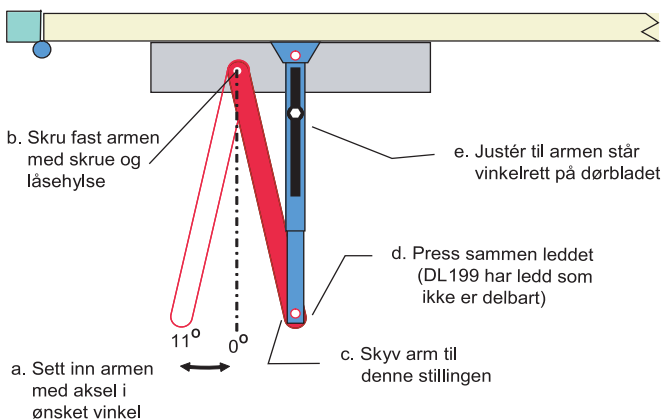

Fig. 5
2. Armen med aksel påmontert settes inn i lukkeren med 11° forspenning, se fig. 5 a.